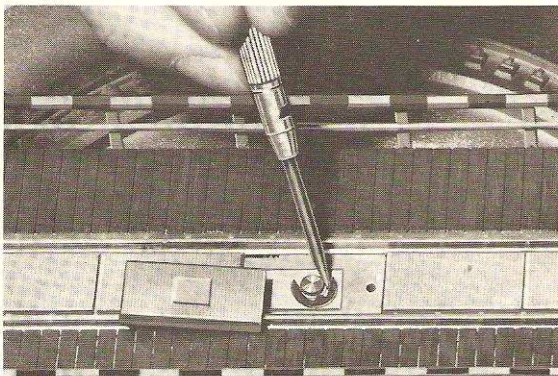

**Fig. 12**
**Oiling the motor:** To oil the drive motor both lattice cover plates must be removed from the machine house with a screwdriver (Fig. 11). Just one drop of oil should be put through the holes to lubricate the points as shown (Fig. 12).
**Graissage du moteur:** Pour huiler les coussinets du moteur, il faut soulever au moyen d'un petit tournevis les deux plaques striées se trouvant devant la cabine (fig. 11). On peut alors laisser couler une petite goutte d'huile aux endroits indiqués (fig. 12).
**Het oliën van de motor:** Om de lagers vande aandrijfmotor te kunnen oliën, moeten de beide roosters van het machinehuis met een kleine schroevendraaier weggenomen worden (fig. 11). Door de gekenmerkte gaten moet één druppel olie op de gemerkte lagers worden toegevoegd (fig. 12).
För att kunna smörja motorns lager, måste de båda gallerplattorna framför maskinhuset lyftas av med en liten skruvmejsel. (fig. 11). Genom hålen ges 1 droppe olja på de visade lagren (fig. 12).
Per oliare il motore occorre togliere le due piastrine a griglia della cabina svitandone le viti di fissaggio (fig. 11). Lubrificare solo nei punti indicati, è sufficiente una sola goccia d'olio (non alimentare) per ogni punto da lubrificare (fig. 12).